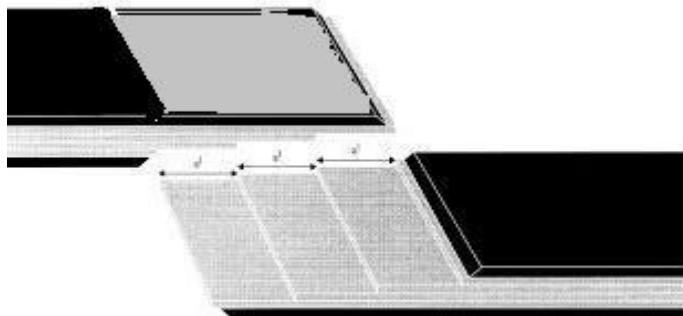

Рис. 1. Подготовка к стыковке
1. При подготовке ленты к стыковке разделайте ее согласно размерам и трафаретам, предлагаемым производителями механических соединителей. При этом на всю длину стыка следует удалить резину с рабочей поверхности конвейерной ленты (см. рис. 1). Тканевые прокладки следует очистить от резины при помощи шераховального инструмента и быстросохнущего растворителя.